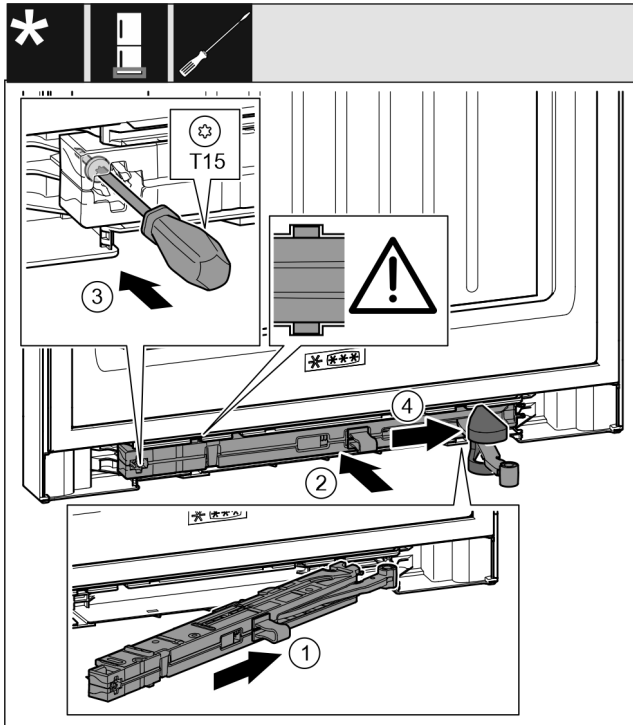

Fig. 31
- ▶ Shtyni pjerrtas deri në fund brenda në fole njësine e amortizatorit të mbylljes Fig. 31 (1), në anën e bazamentit mbështetës.
- ▶ Shtyjeni njësine e amortizatorit të mbylljes Fig. 31 (2) plotësisht brenda në fole.
- ▶ Mbërtheni fort vidën Fig. 31 (3) me një kaçavidë.
- ▶ Shtyni kapakun mbulues Fig. 31 (4) mbi menteshë.